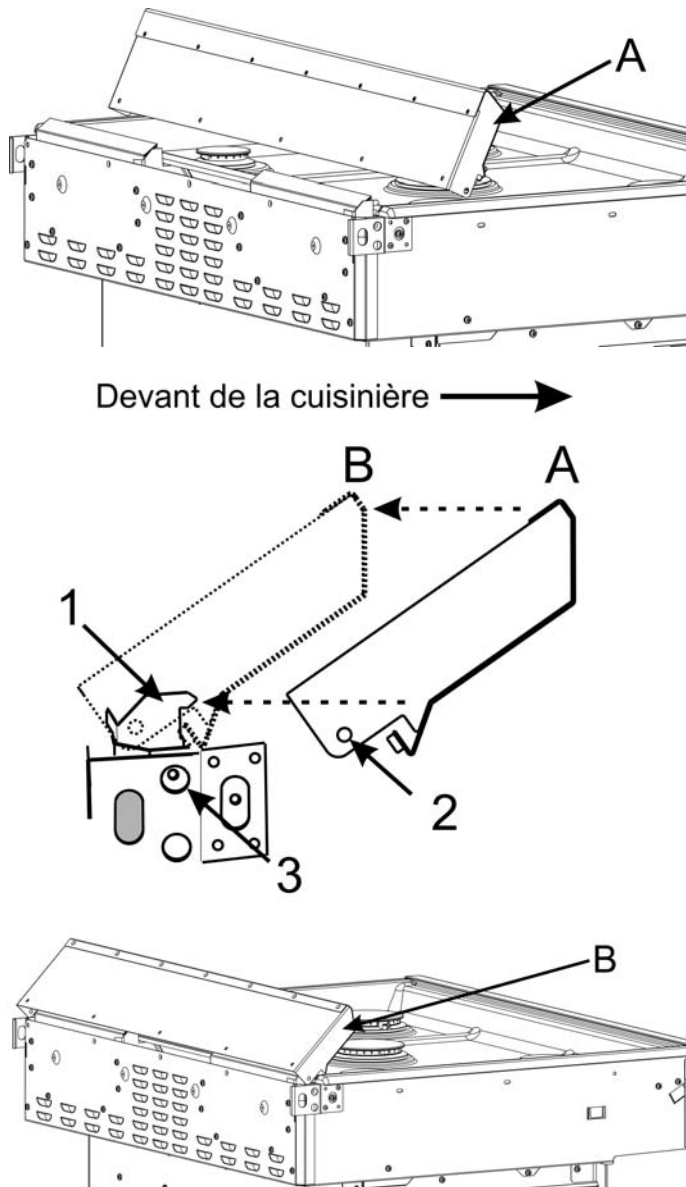

Figure 3 : Mise en place du dossier bas 1
- Amenez le dossier bas dans la position A (voir Figure 3), puis déplacez-le vers la position B (en engageant le dispositif d'alignement 1 à l'intérieur du dossier bas) (ces dispositifs peuvent ne pas correspondre exactement à l'illustration).